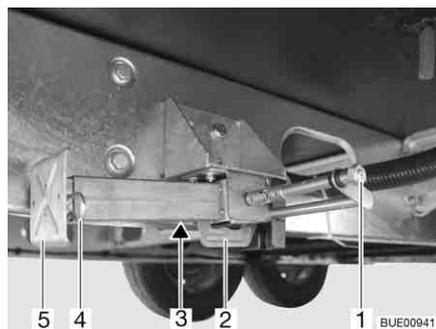

Bild 47 Hubstütze
- Am Sechskant (Bild 47,1) den Steckschlüssel aufstecken und drehen, bis die Hubstütze senkrecht nach unten steht.
- Wenn die Länge der Hubstütze verstellbar ist, den Splint (Bild 47,4) aus der Stützfußverlängerung (Bild 47,5) herausziehen.
- Am Sechskant (Bild 47,1) den Steckschlüssel aufstecken und drehen, bis die Hubstütze wieder vom Boden frei ist.
- Stützfußverlängerung (Bild 47,5) ganz einschieben und Splint (Bild 47,4) in die vorgesehene Bohrung an der Stützfußverlängerung stecken.
- Am Sechskant (Bild 47,1) drehen, bis die Hubstütze nach oben geschwenkt ist und die Führung (Bild 47,2) ganz am Ende des Schlitzes (Bild 47,3) ansteht.